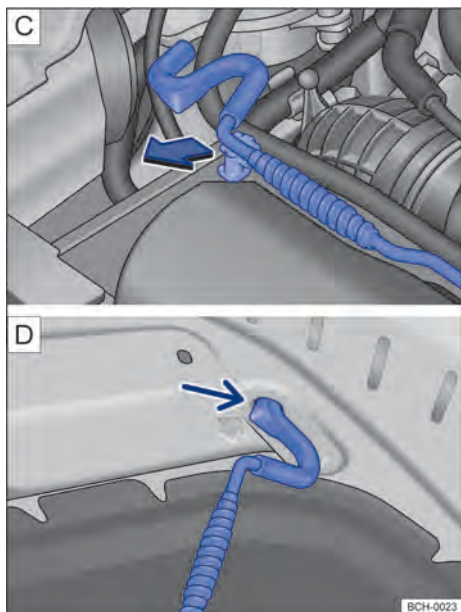

Fig. 159 [C] Haste de sustentação da tampa do compartimento do motor. [D] Tampa do compartimento do motor apoiada na haste de sustentação.
- Retirar a haste de sustentação do suporte no sentido da seta → Fig. 159 [C] e posicioná-la na abertura na tampa do compartimento do motor → Fig. 159 [D].
- Retirar a haste de sustentação do furo → Fig. 159 [D] e encaixá-la no suporte do fecho → Fig. 159 [C].